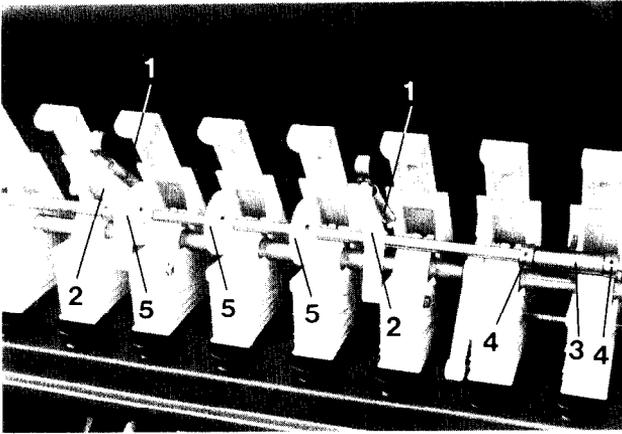
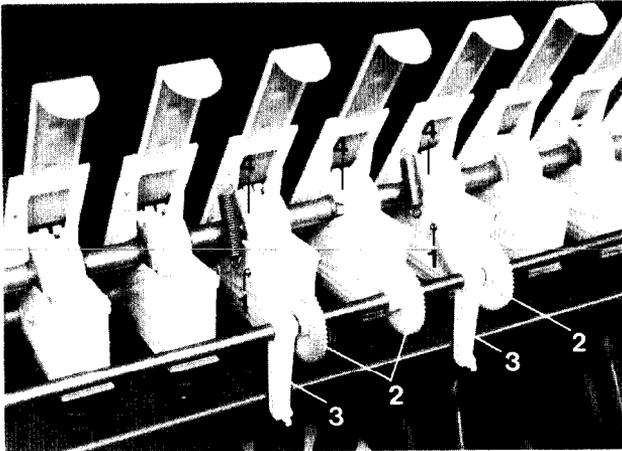

Fig. 57
Fig. 58
- Zugfedern (Fig. 57/1) zwischen Sägehäusern und Schwenklagern (Fig. 57/2) lösen und die Vorgelegewelle nach hinten abklappen (Fig. 58).
- Eine Halterung (Fig. 57/3), die die Vorgelegewelle axial sichert, greift in eine Aussparung am Sägehäuse. Diese Halterung wird beim Abklappen der Vorgelegewelle aus der Aussparung herausgezogen und ist nach erfolgter Montage in der gleichen oder in einer Aussparung der nebenliegenden Sägehäuse zu befestigen. Die Halterung (Fig. 57/3) wird axial durch Stellringe (Fig. 57/4) auf der Vorgelegewelle gesichert.
- Skt.-Schrauben (Fig. 58/1), mit denen die Schwenklager rechts und links neben den Fahrgassensägehäusern befestigt sind, lösen.
- Schwenklager (Fig. 58/3) und Kunststoffantriebsritzeln (Fig. 58/2) auf der Vorgelegewelle verschieben.
- Mitnehmerschrauben (Fig. 58/4) der neuen Fahrgassensäräder lösen, bis diese sich frei auf der Säwelle drehen lassen.
- Schwenklager (Fig. 58/3) rechts und links neben den Fahrgassensägehäusern befestigen und Zugfedern von den Schwenklagern zu den Sägehäusern einhängen.
Die Montage der Kunststoffantriebsritzeln (Fig. 57/5) erfolgt nach Punkt 16.5. Die Vorgelegewelle ist nur auf der rechten Maschinenseite mit Kunststoffantriebsritzeln zu bestücken. Die Antriebsritzeln sind auf der Vorgelegewelle so zu montieren, daß der Abstand der Fahrgassensäräder, gemessen von der rechten äußeren Maschinenseite, eine halbe Schlepperspur beträgt. Bei Arbeiten mit der Voraufmarkierung ist die linke Spuranreißscheibe zu demontieren.